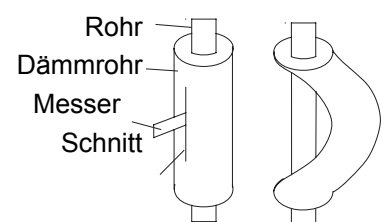

Abb. 13
4. Rohre mit Wärmedämmung nicht biegen. Das Rohr würde sich eindrücken. Die Wärmedämmung mit einem scharfen Messer anschneiden, wie im Bild 13 dargestellt, das Kältemittelrohr enthüllen, und erst